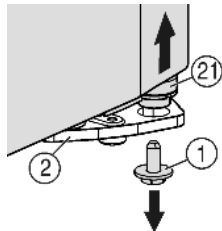

Fig. 4
- ▶ Unten rechts am Lagerbock die Sicherungsschraube Fig. 4 (1) herausdrehen.
- ▶ Der Lagerbolzen Fig. 4 (21) löst sich aus dem Lagerbock Fig. 4 (2).
- ▶ Falls sich der Lagerbolzen Fig. 4 (21) nicht löst, den Bolzen von unten herausdrücken.
- ▶ Sicherungsschraube *Fig. 4 (1)* unten in den Lagerbolzen eindrehen und festziehen (**mit 4 Nm**).